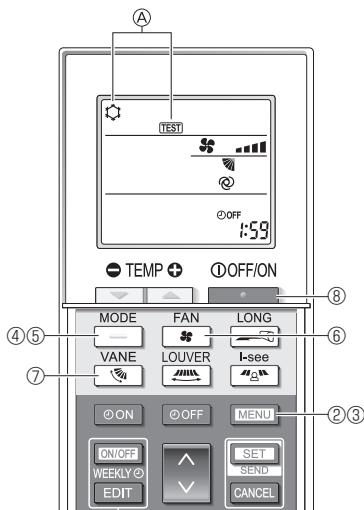

Fig. 7-5
- ① Slå på strömmen minst 12 timmar innan du startar köringen.
- ② Håll knappen **[MENU]** intryckt i 5 sekunder. (Fig. 7-5) (Utför denna åtgärd när fjärrkontrollens display är avstängd.)
- ③ Tryck på knappen **[MENU]**.
- ④ Tryck på knappen **[ ]** för att aktivera kylläge och kontrollera att det blåser kall luft från enheten.
- ⑤ Tryck på knappen **[ ]** för att aktivera värmeläge och kontrollera att det blåser varm luft från enheten.
- ⑥ Tryck på knappen **[ ]** och kontrollera att fläktvarvtalet ändras.
- ⑦ Tryck på knappen **[ ]** och kontrollera att den automatiska rörelsen på lamellerna fungerar.
- ⑧ Tryck på **[ ]** när du vill stoppa provköringen. (Efter två timmar kommer en signal att sändas för att stoppa provköringen.)